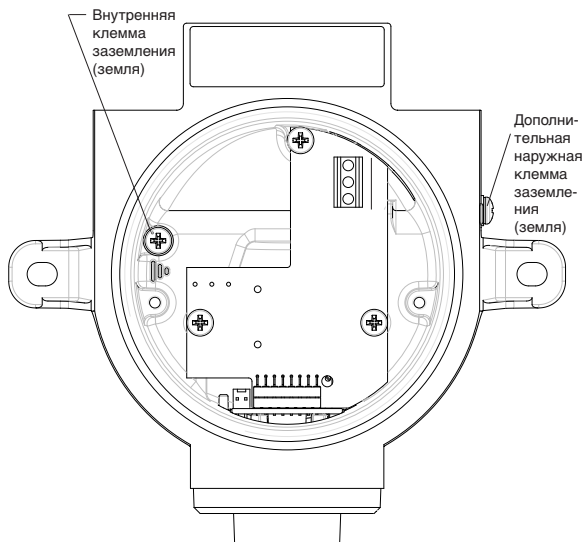

Рис. 8. Компоновка печатной платы детектора **Xgard** типа 3 (показана без защитной панели платы).
**Примечание.** Заземление детектора газов Xgard выполняется с помощью встроенной клеммы заземления (см. рис. 8). Внешняя клемма заземления (см. рис. 8) может использоваться только для дополнительного электрического соединения и только если это разрешено или требуется местными органами власти. Для ограничения радиочастотных помех соединительную коробку и оплетку кабеля следует заземлить на панель управления. Заземляющие соединения можно выполнять только в безопасной зоне, при этом следует избегать образования контуров заземления.